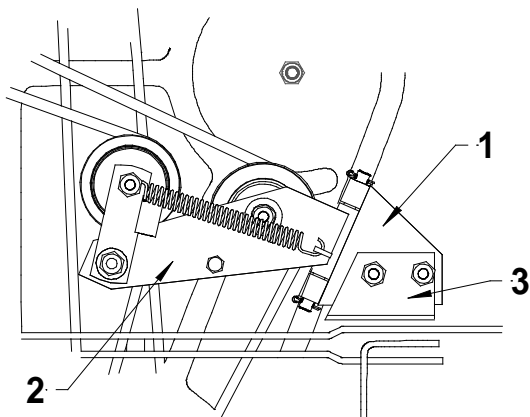

Figure 4
2. Monter l'ensemble du tendeur à deux poulies en fixant sa charnière sous le support-guide, en réutilisant les boulons et les écrous (fig. 4).